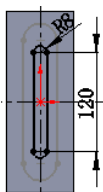

图 17.10.17 草图 2
Step5. 绘制图 17.10.17 所示的草图 2。草图平面为基准面 1。